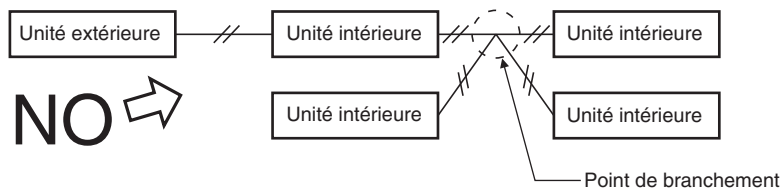

Fig. 4-4
- (3) N'installez pas le câble de commande entre unités en montage en étoile. Le câblage avec montage en étoile provoque un réglage avec mauvaise adresse. (Fig. 4-4)